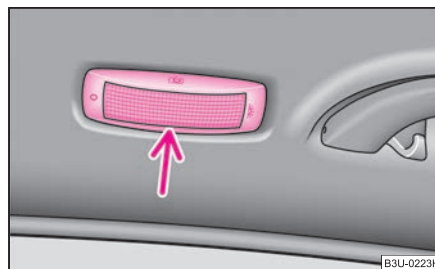

**Fig. 208** Luci abitacolo posteriori senza sensori antifurto volumetrico
- Introdurre un cacciavite piccolo nella fessura accanto al trasparente della luce ⇒ pag. 226, fig. 208 e rimuovere con cautela il trasparente.